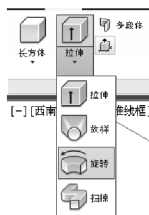

图 13-6 旋转
2) 旋转成实体。单击【建模】→【旋转】按钮, 如图 13-6 所示, AutoCAD 2012 提示如下: